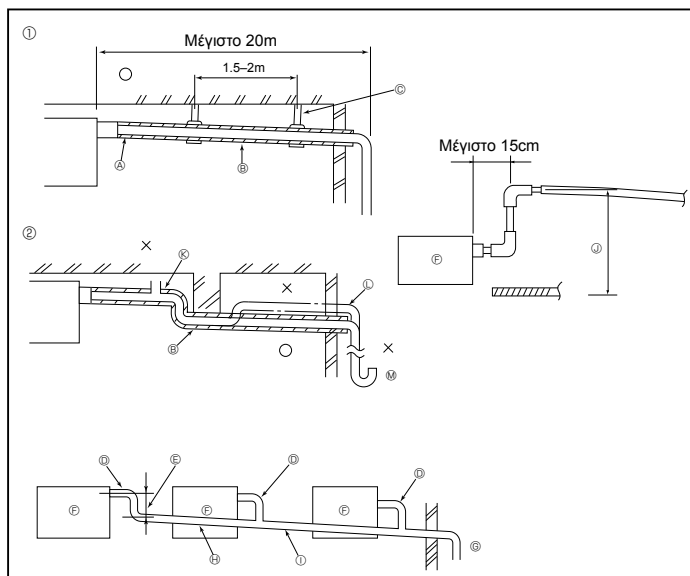

Fig. 3-4
3.4. Εργασίες Σωληνώσεων Αποχέτευσης (Fig. 3-4)
- ① Σωστή σωληνώση
- ② Λανθασμένη σωληνώση
- ③ Μόνωση (9 mm ή περισσότερο)
- ④ Κλίση προς τα κάτω (1/100 ή περισσότερο)
- ⑤ Μεταλλικό υποστήριγμα
- ⑥ Άνοιγμα εξερισμού